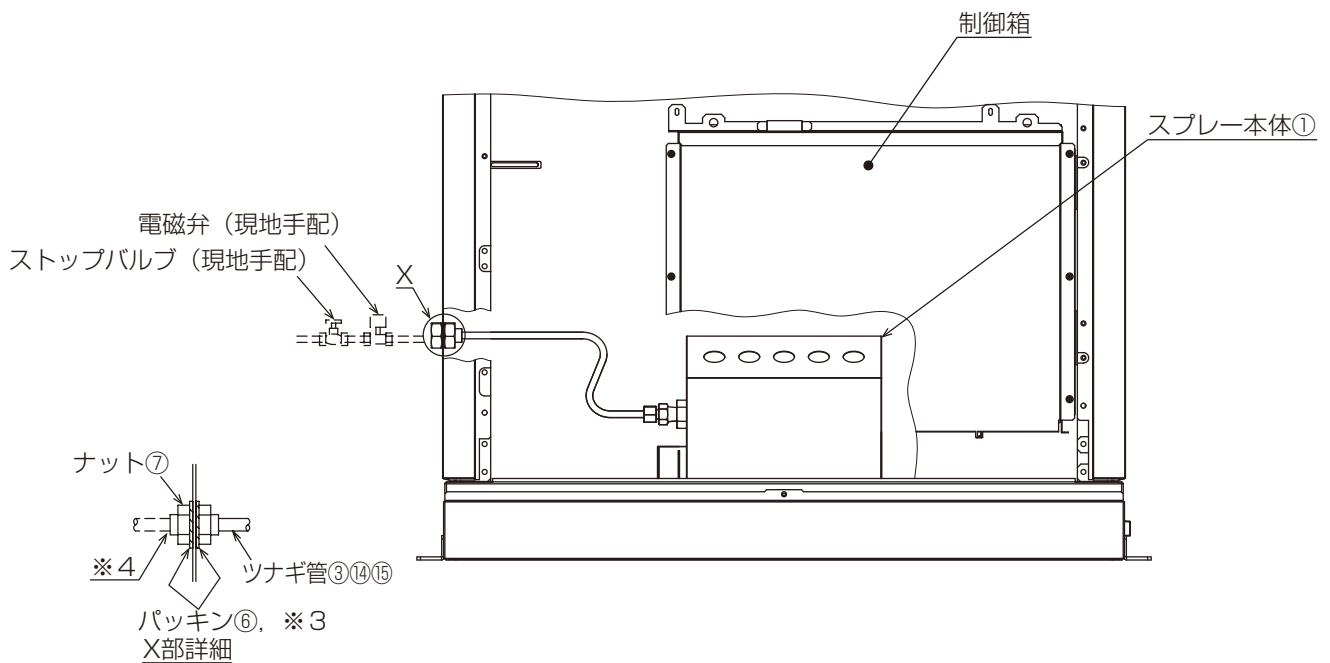

図 7
左配管取出しの場合はツナギ管 (左) ⑭を、右配管取出しの場合はツナギ管 (右) ⑮をスプレー本体接続口と 2) で打ち抜いた加湿器配管用穴に合わせて取付けてください。… 図 7
ツナギ管③をスプレー本体接続口と 2) で打ち抜いた加湿器配管用穴に合わせて取付けてください。… 図 7